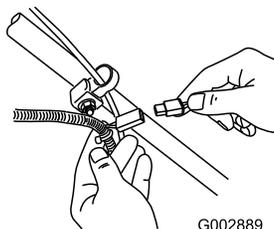

Bild 45
1. Schließen Sie das Ladegerät an den Kabelbaum des Rasenmähers an, der sich unter dem Zündschloss befindet (Bild 45).